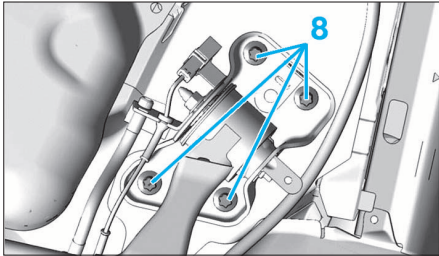

FIG. 58
- Déposer les vis (8) de chaque côté (Fig.58).